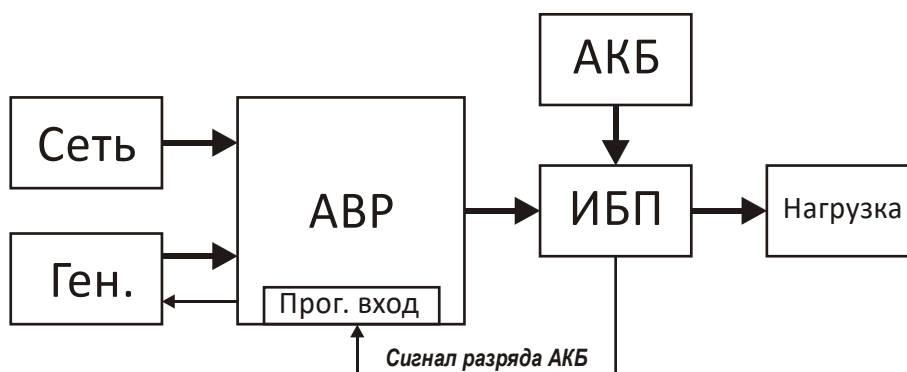
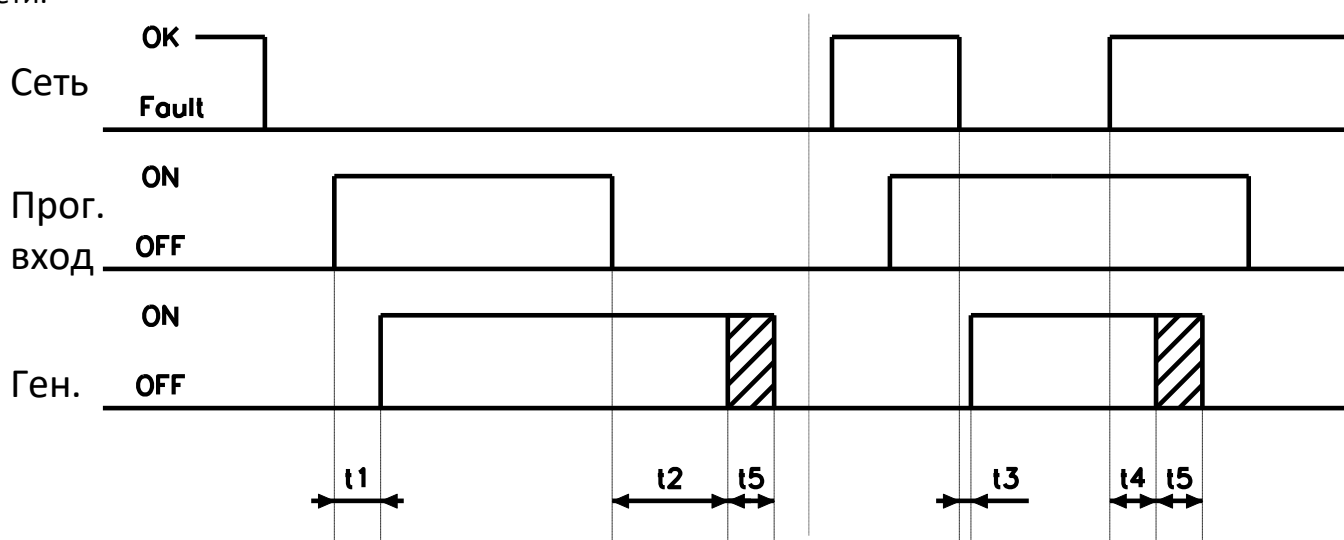

Рис. 5.9. Блок-схема совместной работы АВР и ИБП
Рис. 5.10. Диаграмма работы при выборе функции «Разрешение запуска»
5.7.5.1 Функция программируемого входа «Разрешение запуска» разрешает работу генератора в режиме «Авто» при возникновении условий для его запуска (п. 5.7.2.1). Функция «Разрешение запуска» может быть необходима при совместной работе контроллера с источником бесперебойного питания (ИБП), который по сигналу разряда своей АКБ может разрешать запуск генераторной установки. Пример совместной работы АВР и ИБП (рис. 5.9, рис. 5.10).
- тип контакта управления - нормально разомкнутый (NO), т.е. активное состояние – замкнутый контакт (P261, табл. 5.10);
- задержка на активацию функции t_1 (рис. 5.10) будет определяться параметрами P262 и P263 (табл. 5.10);
- задержка на деактивацию функции t_2 (рис. 5.10) будет определяться параметрами P264 и P265 (табл. 5.10).